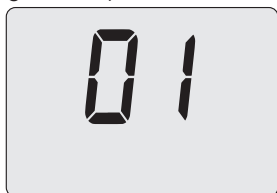

Figura 7.11
- Premendo il tasto 17 (Figura 7.2) sul display LCD appare il valore del parametro P06 (Figura 7.11).